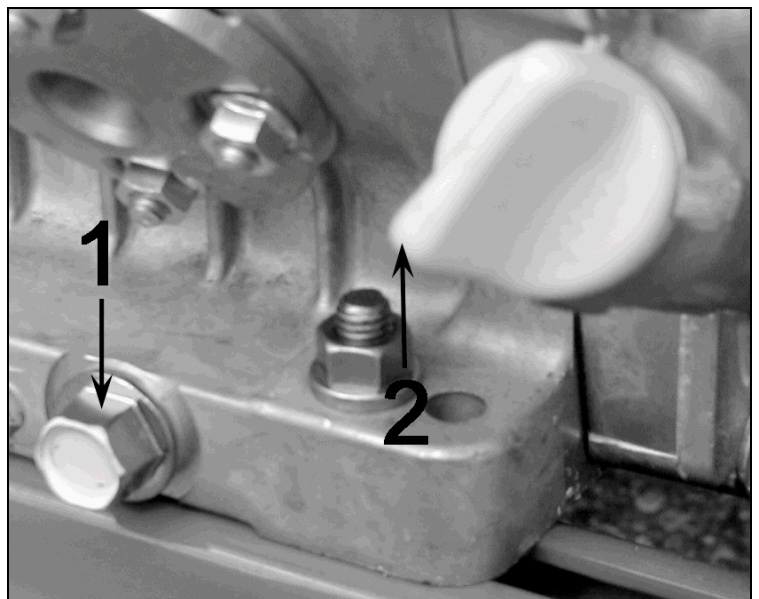

Figure 15
- **Vidange de l'huile** : Moteur chaud, dévissez le bouchon de remplissage (Figure 15, repère 2) puis le bouchon de vidange (Figure 15, repère 1).